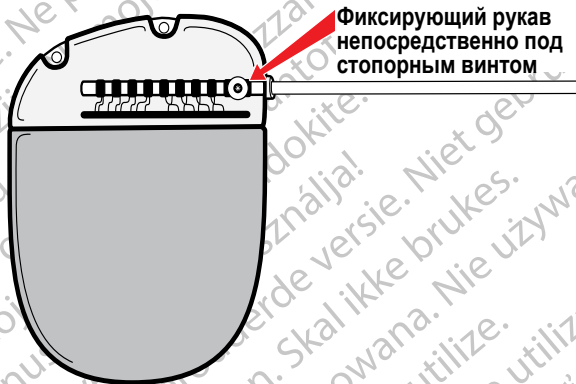

Рисунок 32. Совмещение контактов удлинителя отведения в порте ИГИ для ГСМ
5. Визуально проверьте, что контакты удлинителя отведения совмещены с контактами на основании ИГИ. Убедитесь, что фиксирующий рукав удлинителя отведения расположен непосредственно под стопорным винтом в порте ИГИ (Рисунок 32).